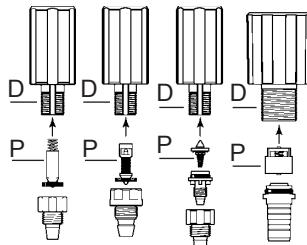

Fig. 18
- Sciacquare abbondantemente con acqua pulita le varie parti e rimonarle (**Fig. 18**).
- Rimettere la valvola secondo i 3 modelli (**Fig. 18-P**) nel corpo dosatore (**Fig. 18-D**), spingerlo in arresto.